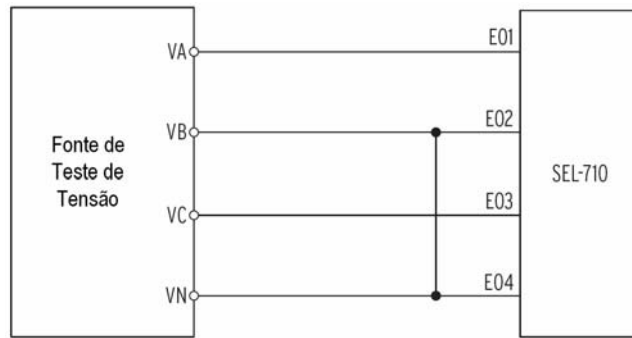

Figura 10.6 Conexões da Fonte de Tensão / Ligação Delta
- Etapa 2. Conecte a fonte de tensão ao relé, conforme mostrado na *Figura 10.6*. Certifique-se que DELTA_Y := DELTA.